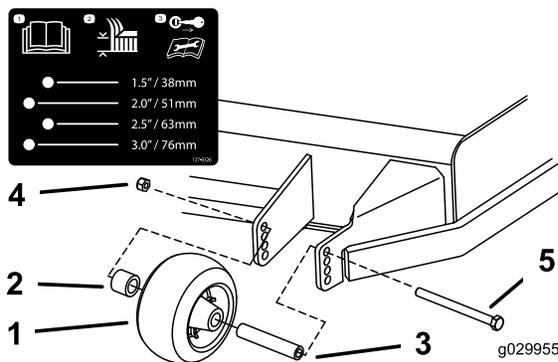
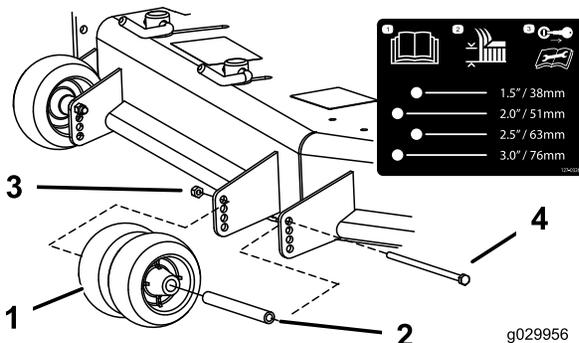
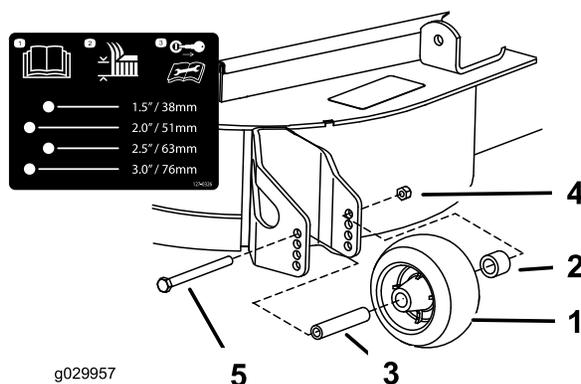

Figure 28
Figure 29
Figure 30
3. Réglez les galets anti-scalp comme montré à la **Figure 28**, la **Figure 29** et la **Figure 30**.